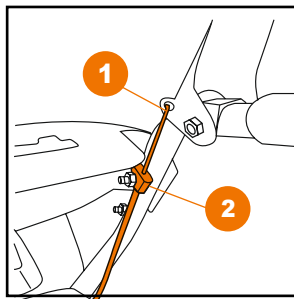

Рис. 7
• Зацепите правый трос привода на шнеки (1) к правой ручке на панели оператора (Рис. 7).
• Закрепите фиксатор рубашки троса (2) к верхнему болту крепления панели оператора (Рис. 7).